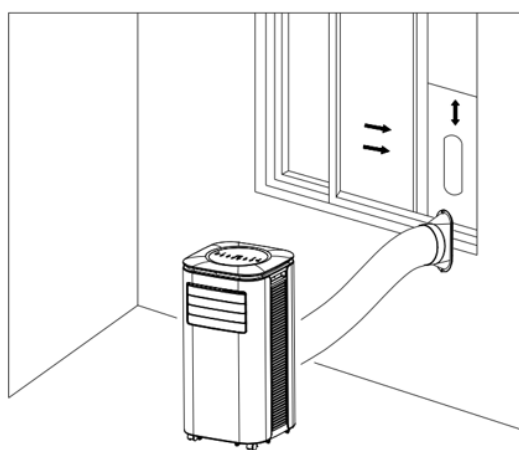

Afbeelding 4
3) Plaats het apparaat met geïnstalleerde luchtafvoerslang en fittingen voor het raam, de afstand tussen het apparaat en wanden of andere objecten moet tenminste 50 cm zijn (als getoond in Afb. 4).